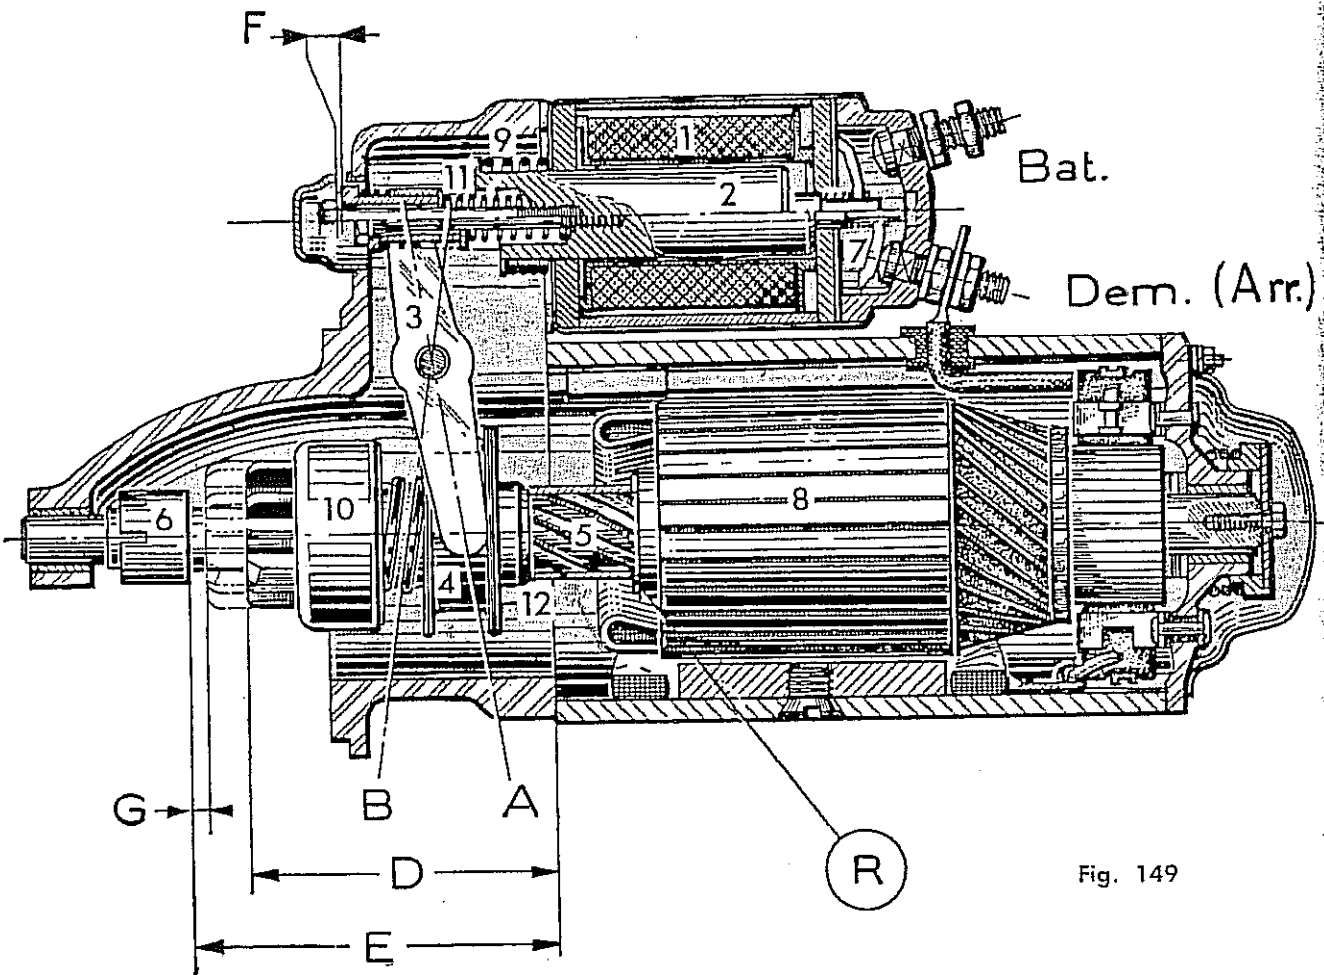
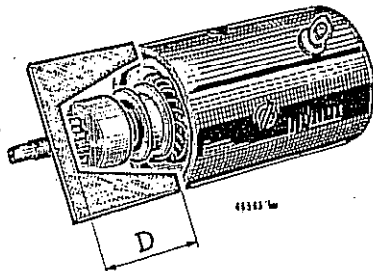
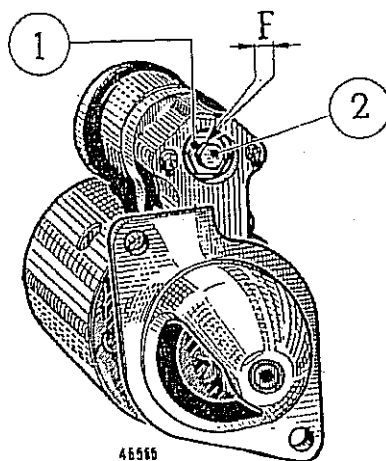

Fig. 149
Fig. 150
Fig. 152
FUNCIONAMIENTO: Cuando se acciona la llave del interruptor de ignición girándola hasta su posición máxima derecha, la bobina del electroimán (1, Fig. 149) recibe corriente y atrae al núcleo (2) del electroimán hacia los bornes BAT (batería) y ARR o DEM (arranque).
NOTA: Las medidas están referidas a la Fig. 149.
- 1) Regulación de la posición de reposo del piñón impulsor. Verificar que el respaldo del piñón impulsor se encuentre apoyado contra el buje-tope (12, Fig. 149).
Presentar la herramienta especial ELE 05 (Calibre de regulación del piñón impulsor), de manera que apoye sobre la cara delantera del piñón y en su parte inferior sobre la carcaza tal como se indica (Fig. 150). Si el piñón no posee la posición correcta (medida D, Figs. 149 y 150), se la debe regular, cambiando las arandelas de regulación ubicadas detrás del buje-tope (R, Fig. 149). Las arandelas se proveen a tal efecto en dos medidas 0,2 y 0,5 mm.
En esa posición, la herramienta provee la medida de regulación correcta (medida E, Figs. 149 y 151). Enchavetar el tope del piñón, cuidando que la chaveta no sobresalga más de 0,5 mm.
Empujar el vástago de regulación del núcleo (2, Fig. 152) hasta que haga tope y medir el juego existente entre el piñón impulsor y el tope delantero que debe ser de 0,1 a 1,5 mm (medida G, Figs. 149 y 153).
Si el valor no fuese el correcto, saltar el vástago de regulación (2) y apretar o aflojar según sea necesario la tuerca de regulación (1, Fig. 152) hasta obtener un juego correcto G. para una medida F la menor posible.